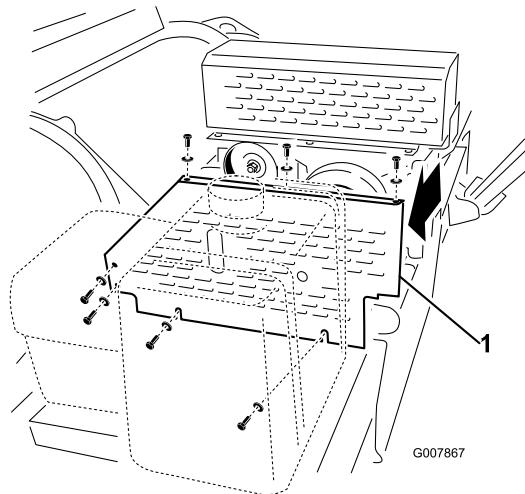

Figure 54
1. Retirez le couvercle de courroie (Figure 54).
2. Desserrez l'écrou sur la poulie de tension (Figure 54).
3. Glissez le tendeur de courroie entre le goujon et la poulie de tension (Figure 54). Positionnez le rayon en haut de l'outil sous le goujon et appuyez le bas de l'outil sur la poulie de tension.
4. Insérez l'embout d' entraînement d'une clé dynamométrique de 1/2" dans le trou du tendeur de courroie (Figure 54).
5. Tournez le tendeur dans le sens antihoraire jusqu'à obtention d'un couple de 5,7 Nm, puis tout en maintenant ce couple, serrez l'écrou de la poulie (Figure 54).